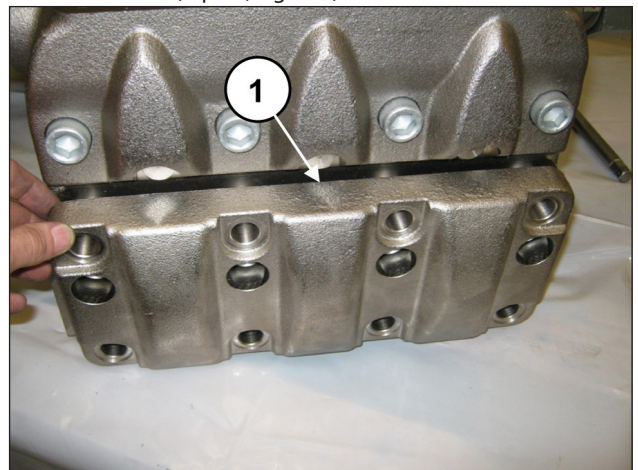
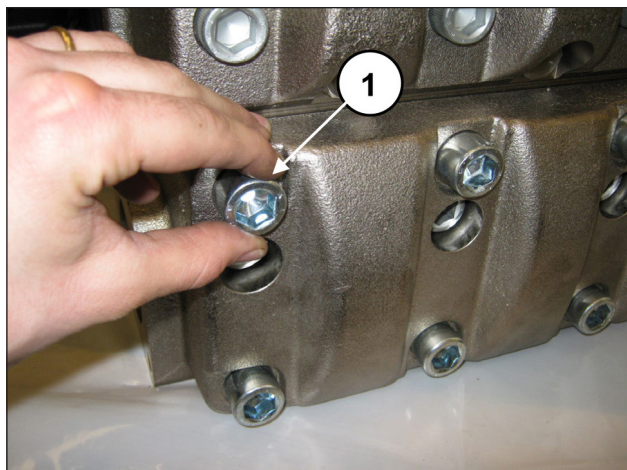

Fig. 152
Fig. 153
Après avoir monté les groupes soupape d'aspiration, poser le couvercle des soupapes d'aspiration (rep. ①, Fig. 152) et serrer les 8 vis M16x45 (rep. ①, Fig. 153).